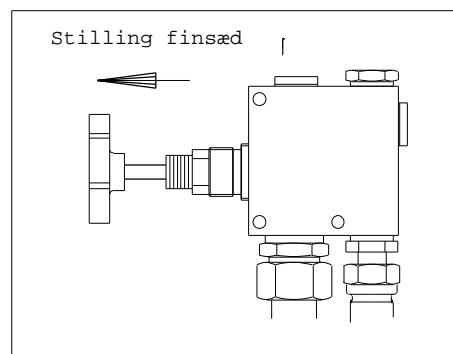

Fig. 3
1. Drej håndhjulet på styreblokken helt ud (til stop). Fig.3